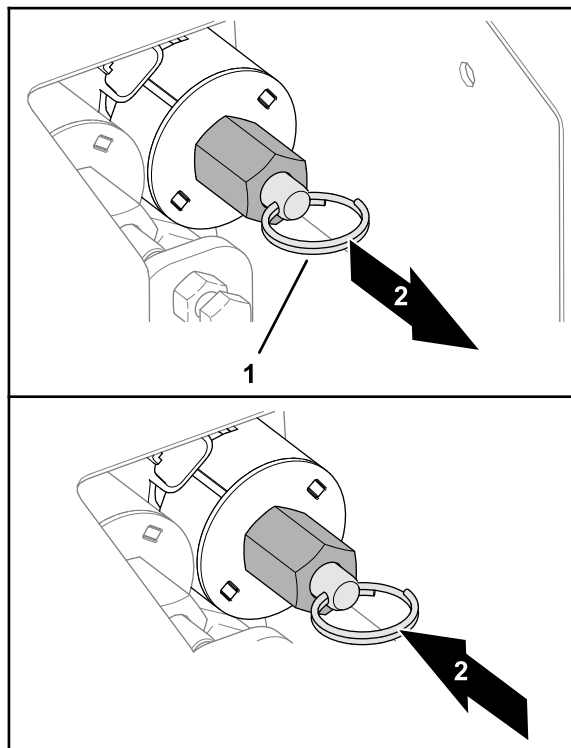

Figura 31
- Para bajar la tolva (Figura 31), tire del anillo en el husillo de la válvula.
- Para elevar la tolva (Figura 31), presione el anillo dividido en el husillo de la válvula.